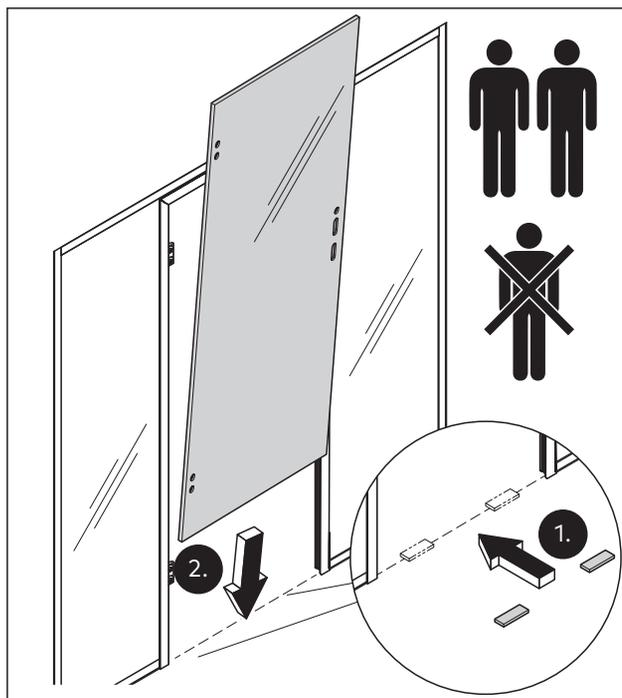

Abb. 50 Die Glastür auf die unteren Abstandhalter setzen
1. Waagrecht einen Abstand von $7 \text{ mm} \pm 1 \text{ mm}$ zwischen Glastür und der Oberkante des Fertigfußbodens (OKFF) mit Abstandhaltern sicherstellen (Abb. 50).